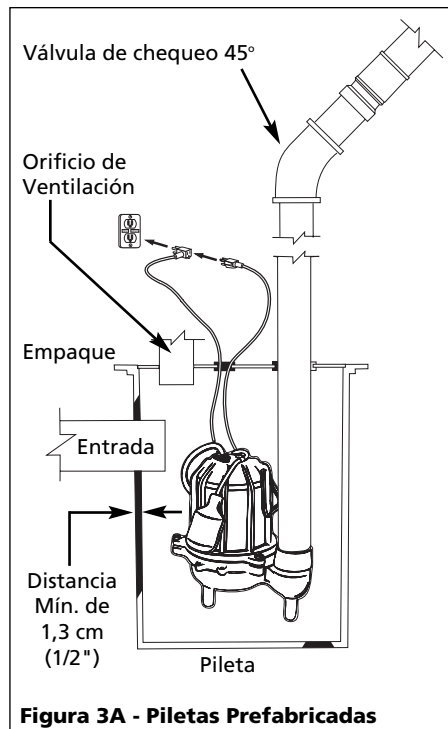

Figura 3A - Piletas Prefabricadas
- Los modelos CSE50T vienen de fábrica con un interruptor de correa desprendible con un enchufe en serie (ver figura 3A). El largo de la correa (largo de la correa entre el flotador y la abrazadera) no debe ser menor de 3-1/4" (9,5 cm) y no debe usarse en una pileta de menos de 14" (35,5 cm) de diámetro. Si se usa un diferencial distinto del de fábrica, asegúrese de que, cuando la bomba se apague, queden al menos 4" (10 cm) de agua en la pileta para que el impulsor siga sumergido.